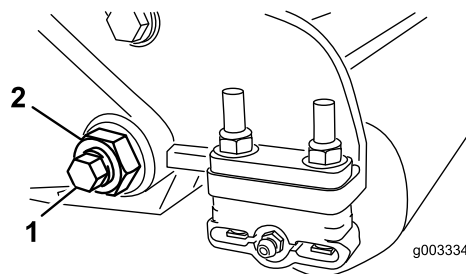

図 30
3. ベッドバーボルト 図 30 を固定しているロックナット機体両側をゆるめる。